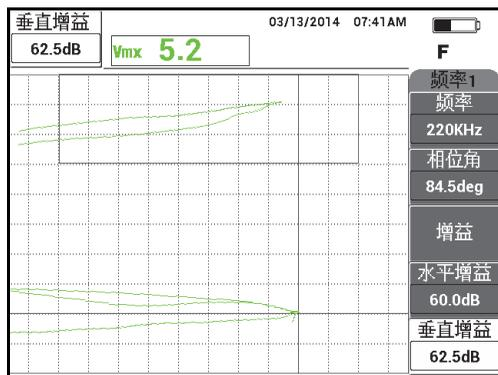

图 5-26 调节垂直增益
7. 按三下增益键 (**dB**), 访问垂直增益参数, 然后增加垂直增益, 直到信号达到屏幕的最后垂直分区, 即 90% 满屏高 (参见第 134 页的图 5-26)。